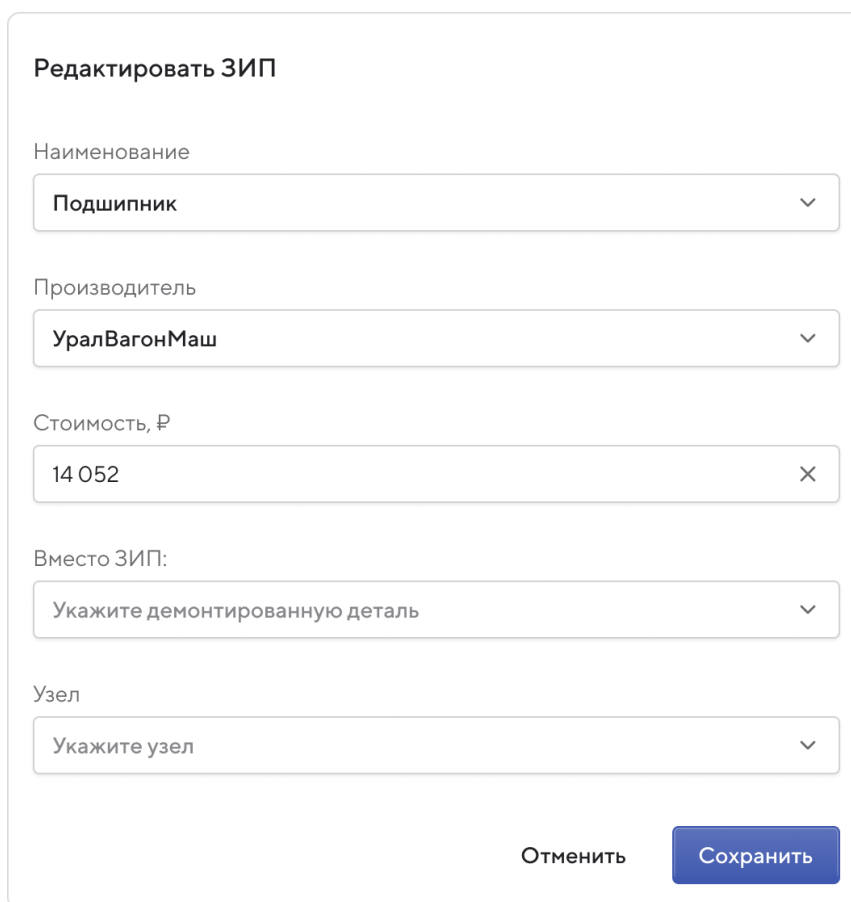

Рисунок 155 – Дополнительное окно «Редактировать ЗИП»
5. В строке выбранного ЗИП нажмите кнопку  (Редактировать) Откроется дополнительное окно «Редактировать ЗИП» (Рисунок 155).